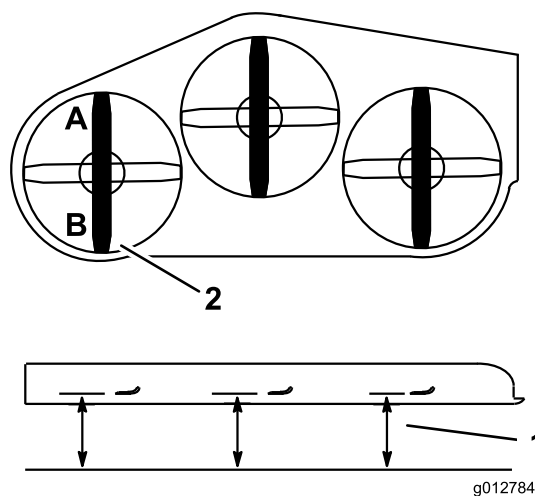

Figura 83
2. Meça a lâmina esquerda no local **A**, numa superfície nivelada à extremidade de corte da ponta da lâmina e registre esta medição (Figura 83).
3. Meça a lâmina esquerda no local **B**, numa superfície nivelada à extremidade de corte da ponta da lâmina e registre esta medição (Figura 83).
4. A lâmina do cortador deve estar de 6 a 10 mm abaixo na posição **A** do que na posição **B** (Figura 83). Caso isto não esteja correcto, proceda da seguinte forma.